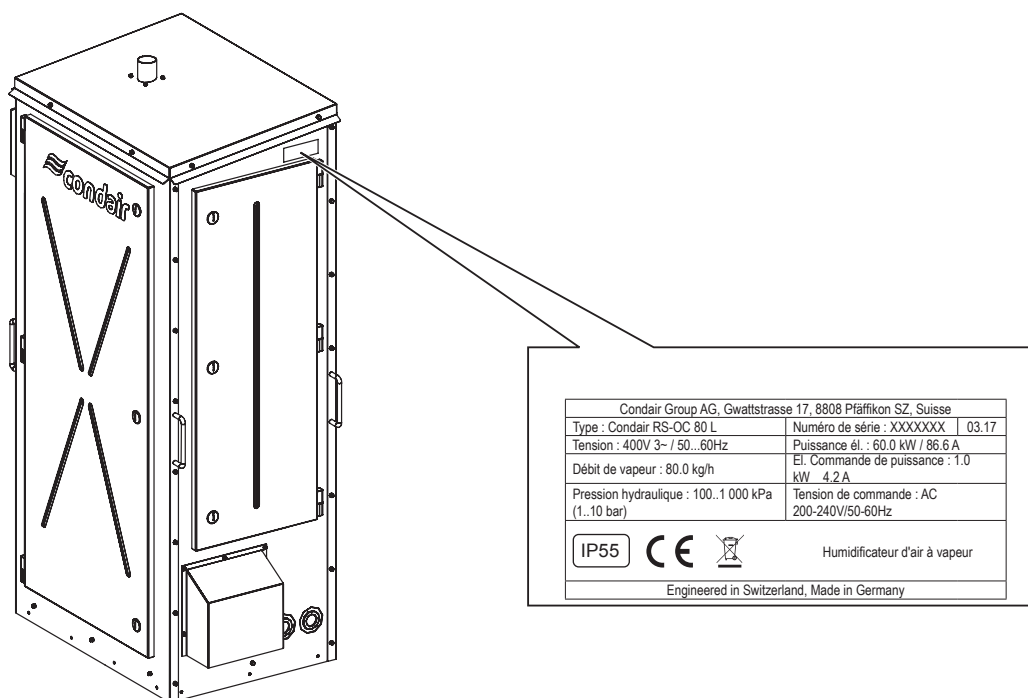
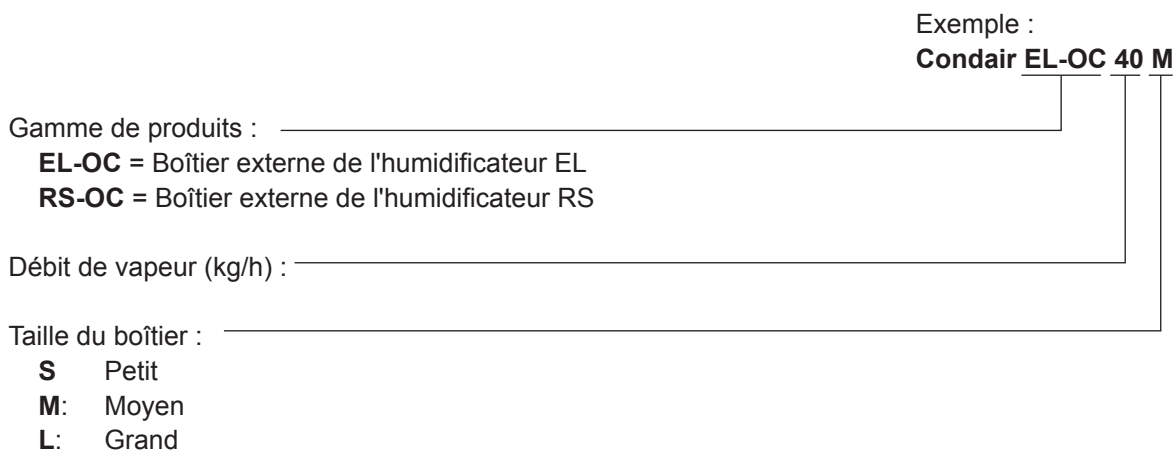

Fig. 3: Plaque signalétique de l'humidificateur Condair EL/RS
Fig. 4: Clé du modèle
- Vérifiez le modèle, la capacité et la tension indiqués sur la plaque signalétique pour vous assurer que l'appareil correspond à l'installation souhaitée. Voir Fig. 3.
La plaque signalétique sur le côté de l'humidificateur extérieur Condair EL/RS contient le numéro de modèle, le numéro de série et les données de puissance (voir Fig. 3). Fig. 4 indique la ventilation du numéro de modèle.